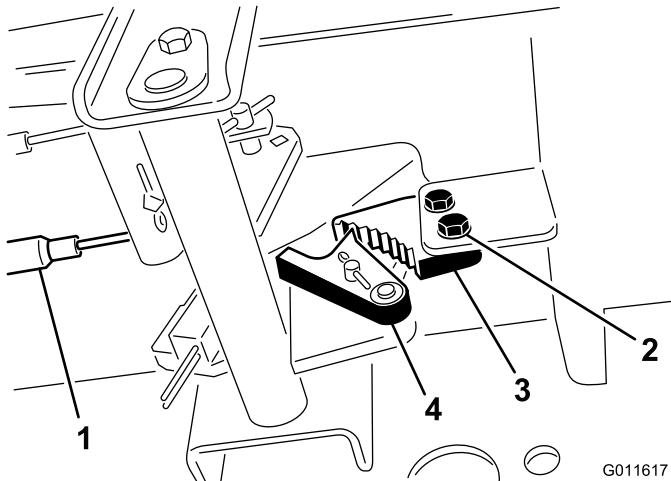

Figure 49
- Desserrez les 2 vis qui fixent le cliquet du frein de stationnement au cadre (Figure 49).
- Vis (2)
- Appuyez sur l'avant de la pédale du frein de stationnement jusqu'à ce que le verrou s'engage complètement sur le cliquet du frein (Figure 49).